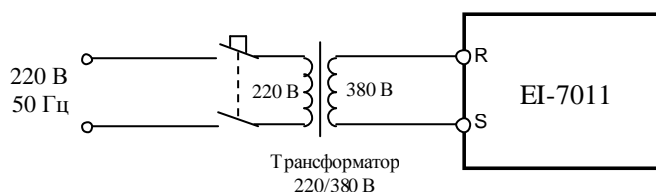

Рис. 4.9. Подключение ПЧ к сети 1 ф 220В через трансформатор
Примечание: при проведении диагностики допустима подача силового напряжения 1 ф 220В через повышающий трансформатор 220В/380В (п. 3.4.3), как показано на рис. 4.9.
4.9.3. Отсоединить разъем вентилятора от платы драйверов и проверить его вращение, подав напряжение  $\approx 24$  В от источника питания (п.3.4.2) между контактами +Упит и Общ (рис.4.9). При отсутствии вращения – вентилятор заменить (п. 5.3).
Примечание. Возможно проведение проверки на лампы при подаче питания через трансформатор (рис. 4.9).